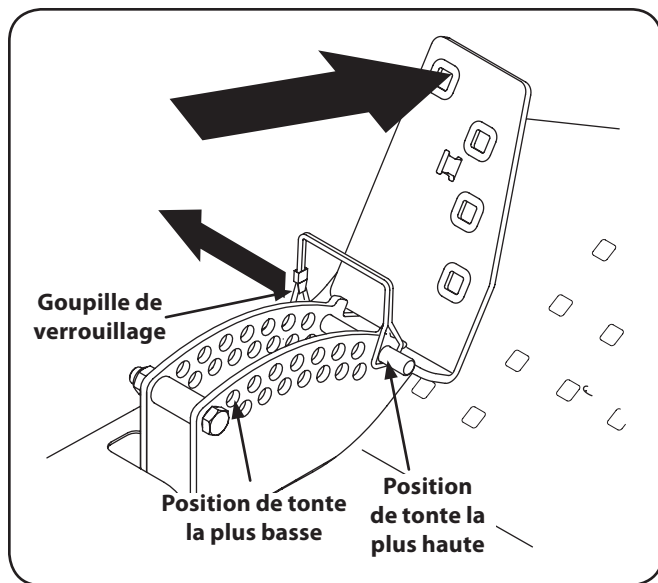

Figure 7-3
2. Placez la pédale de levage du plateau dans sa position de tonte la plus basse, remplacez la goupille de verrouillage à l'avant de la pédale dans le support de hauteur du plateau et verrouillez la goupille de verrouillage. Consultez la figure 7-3.
1. Placez la pédale de levage dans sa position la plus haute et insérez la goupille à cliquet en arrière pour la bloquer. Consultez la figure 7-3.